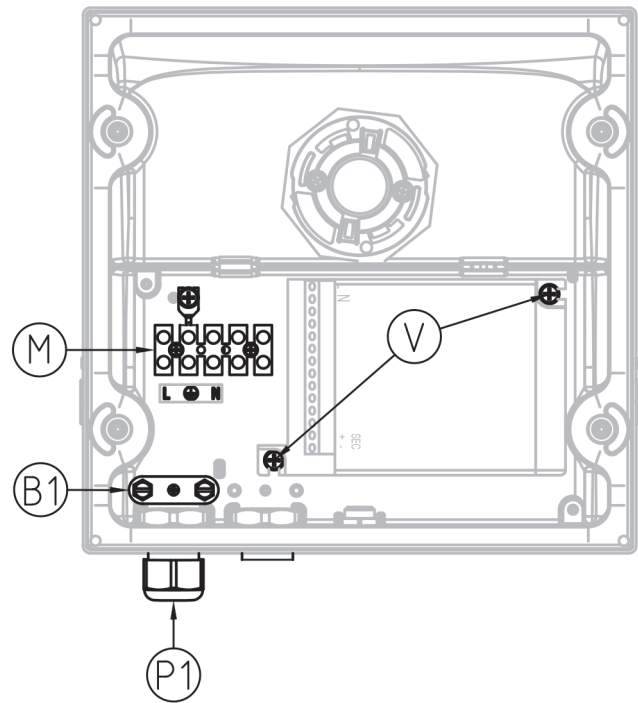

FIG. 18 NEXT 1 1-10V electrical wiring CL.1
- **NEXT 1 Branchement électrique version 1-10V CL. I** (voir **figure 18**);